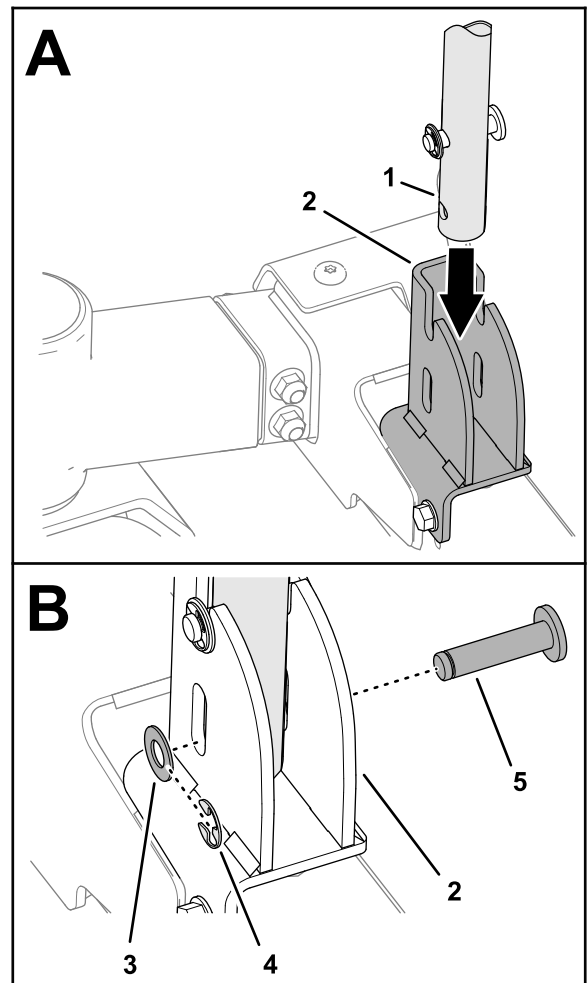

Figura 11
1. Alinee el orificio inferior del asidero con la ranura cerrada del soporte del asidero, como se muestra en la Figura 11.
2. Inserte el pasador ranurado a través de la ranura del soporte y del orificio del asidero (Figura 11).
3. Sujete el pasador al soporte y al asidero con la arandela de 6 mm x 19 mm y el anillo de retención (Figura 11).